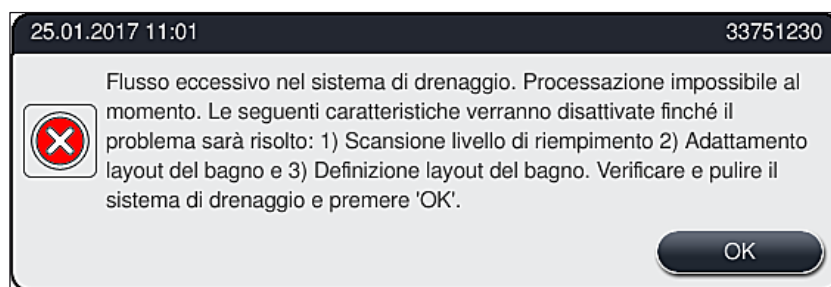

Fig. 118
Un blocco del sistema di scarico dell'acqua (nella griglia di scarico (→ "Fig. 96-1") o nel tubo flessibile di scarico (→ "Fig. 7-1") può causare un innalzamento del livello dell'acqua nella vasca di scarico, generando un livello di acqua critico nello strumento. L'utente riceve un messaggio di errore (→ "Fig. 118") sullo schermo e un segnale acustico.
1. Aprire il coperchio dello strumento se compare il messaggio di avvertimento (→ "Fig. 118").